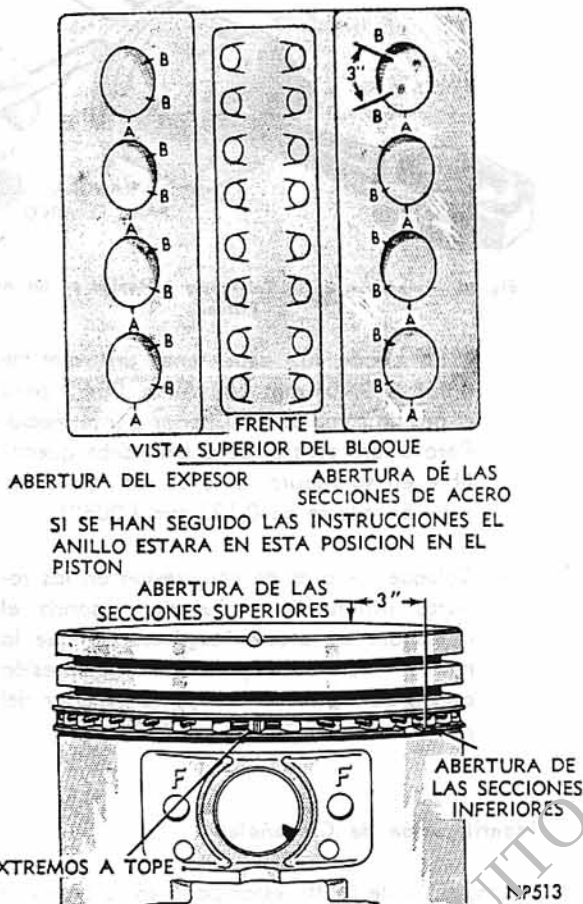

Fig. 36 - Instalación Correcta de los Aros de Pistón.
2. Antes de instalar el opresor de los aros, observe de que los extremos del expansor del aro de control de aceite están a tope y las aberturas entre puntas de acero del aro, están colocadas como se ilustra en la Fig. 36.